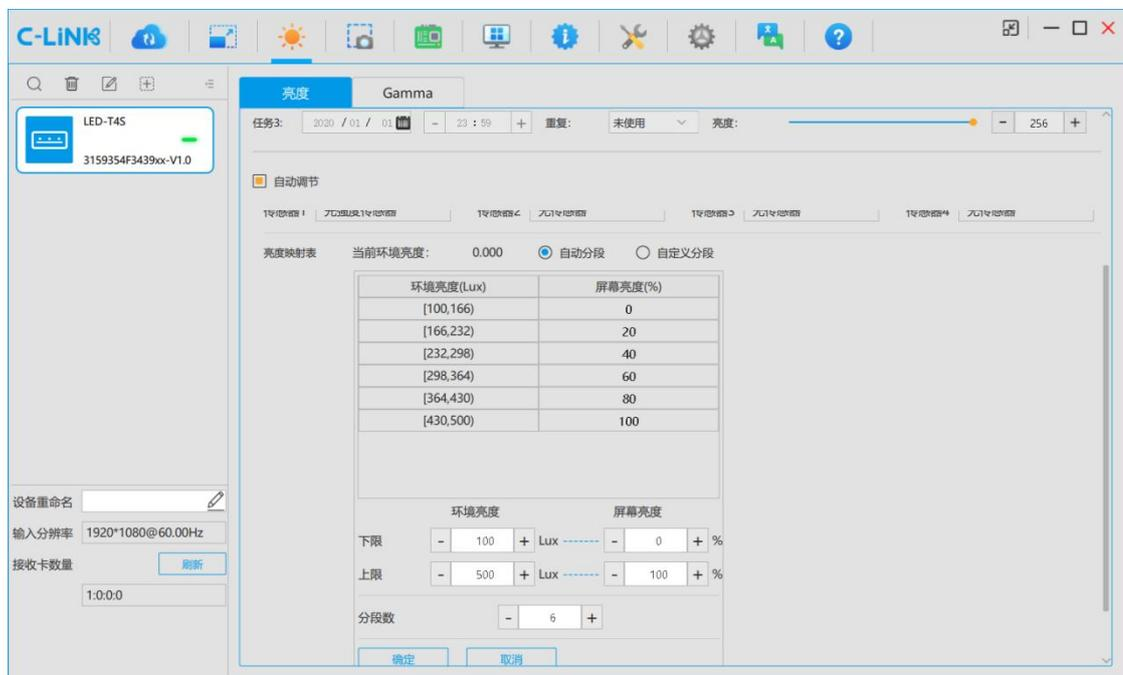

图 11-6 自动亮度
- 步骤 6 设置亮度传感器点击快速分段设置上限值以及下限值以及分段数设置完成点击确定即可实现自动亮度调节如图 11-6